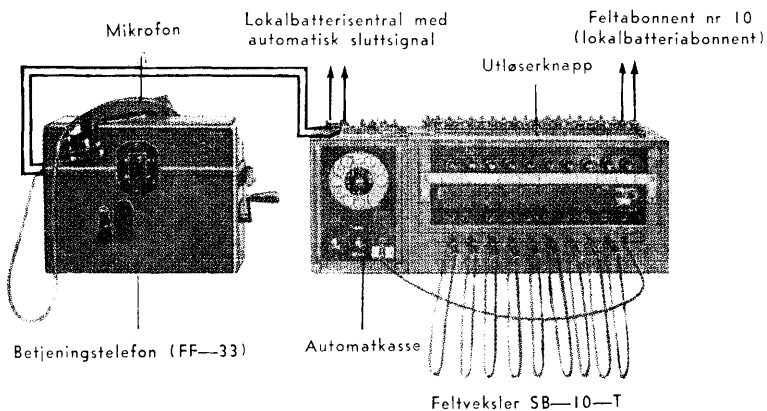

Fig 12.
78. En lokalbatteriabonnt med automatisk slutttsignal ønsker samtale med abonnt nr 10 (se fig 12). Fremgangsmåten for anrop, opprettelse av forbindelse og avringning er den samme som når sentralbatteriabonnt ønsker samtale med lokalbatteriabonnt se pkt 63, 64 og 65).
79. Abonnt nr 10 ønsker samtale med en lokalbatteriabonnt med automatisk slutttsignal (se fig 12).